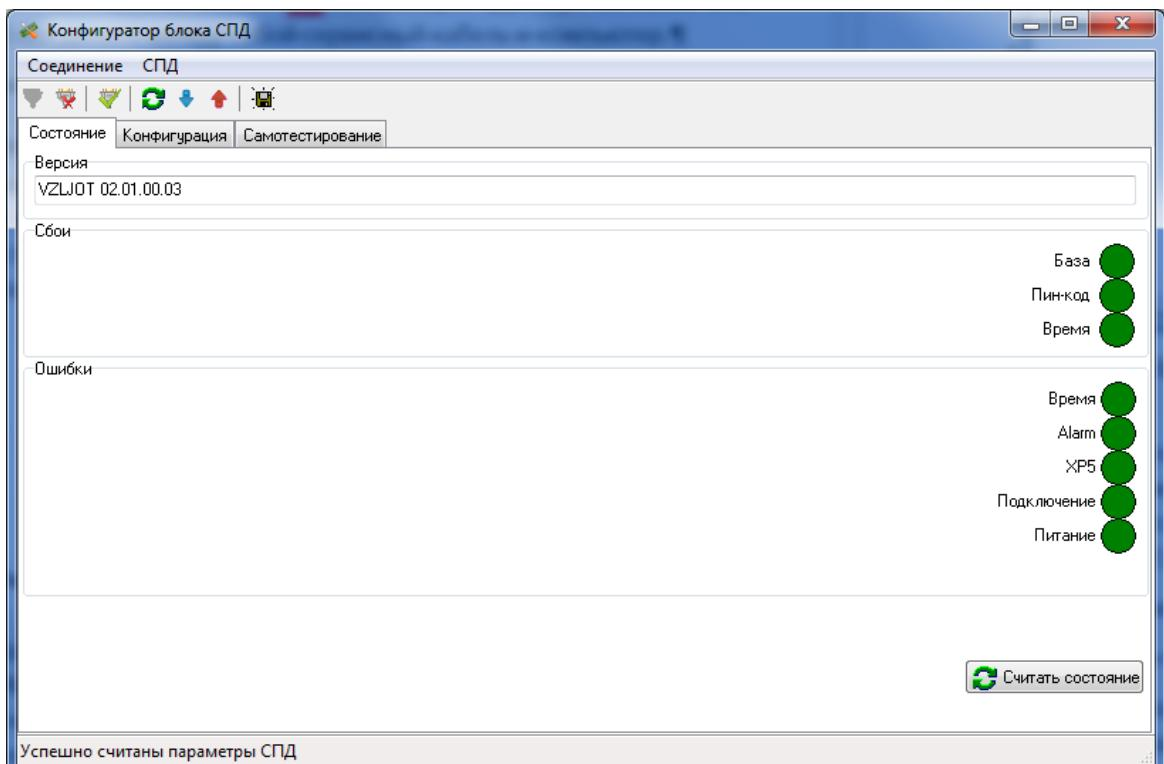

Рис.4. Вкладка «Состояние» программы «Конфигуратор блока СПД»
3.1.5. Нажмите кнопку «Считать состояние и конфигурацию из блока СПД». В окнах «Сбои» и «Ошибки» отражается текущее состояние конфигурации блока СПД. При нормальной работе все флаги светятся зеленым цветом. Окно программы примет вид, приведенный на рис.4.
3.4.1. Перечень неисправностей и непривычных ситуаций, диагностируемых прибором и индицируемых в окне «Состояние» программы «Конфигуратор блока СПД» (см. рис.4) приведен в табл.3.